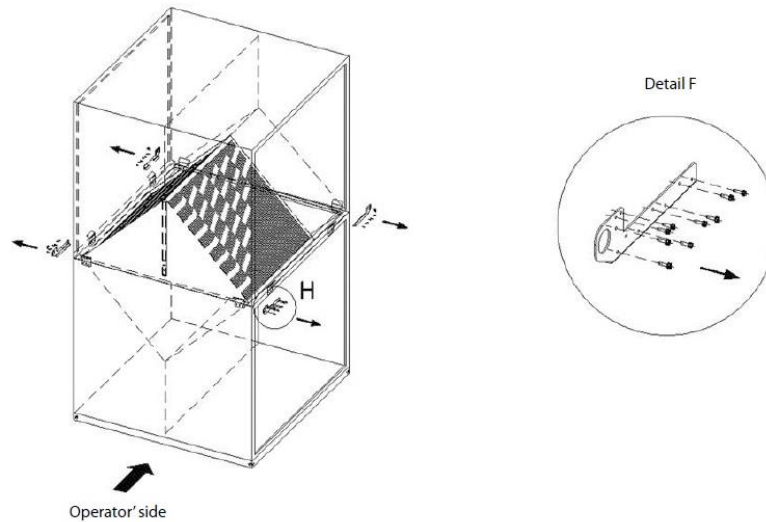

Figure 13 – Removal of suspension eyes from upper part of chamber
- Desserrer 9 vis M8 sur chaque suspension, voir Figure 13, Détail H
- Démontez les œillets de grue, voir Figure 13